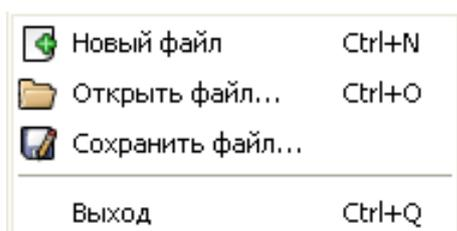
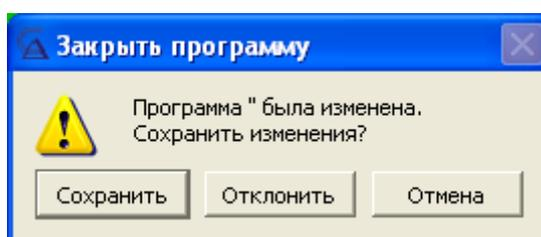

Рисунок 17
Рисунок 22
3.3.2.2.2. Пункт меню "Перекресток" содержит команды (рис. 17):
При выборе в пункте меню "Перекресток" команды "Выход" (см. рис.17), если в текущем файле были проведены изменения, появляется окно (рис. 22).